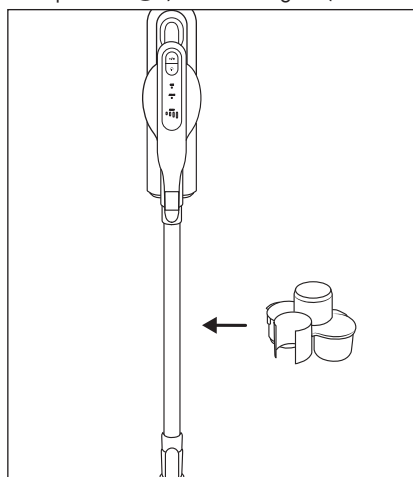

Fig. 19
- ◆ Fije el soporte para accesorios **17** en el tubo de aspiración **24** (consulte la fig. 19).